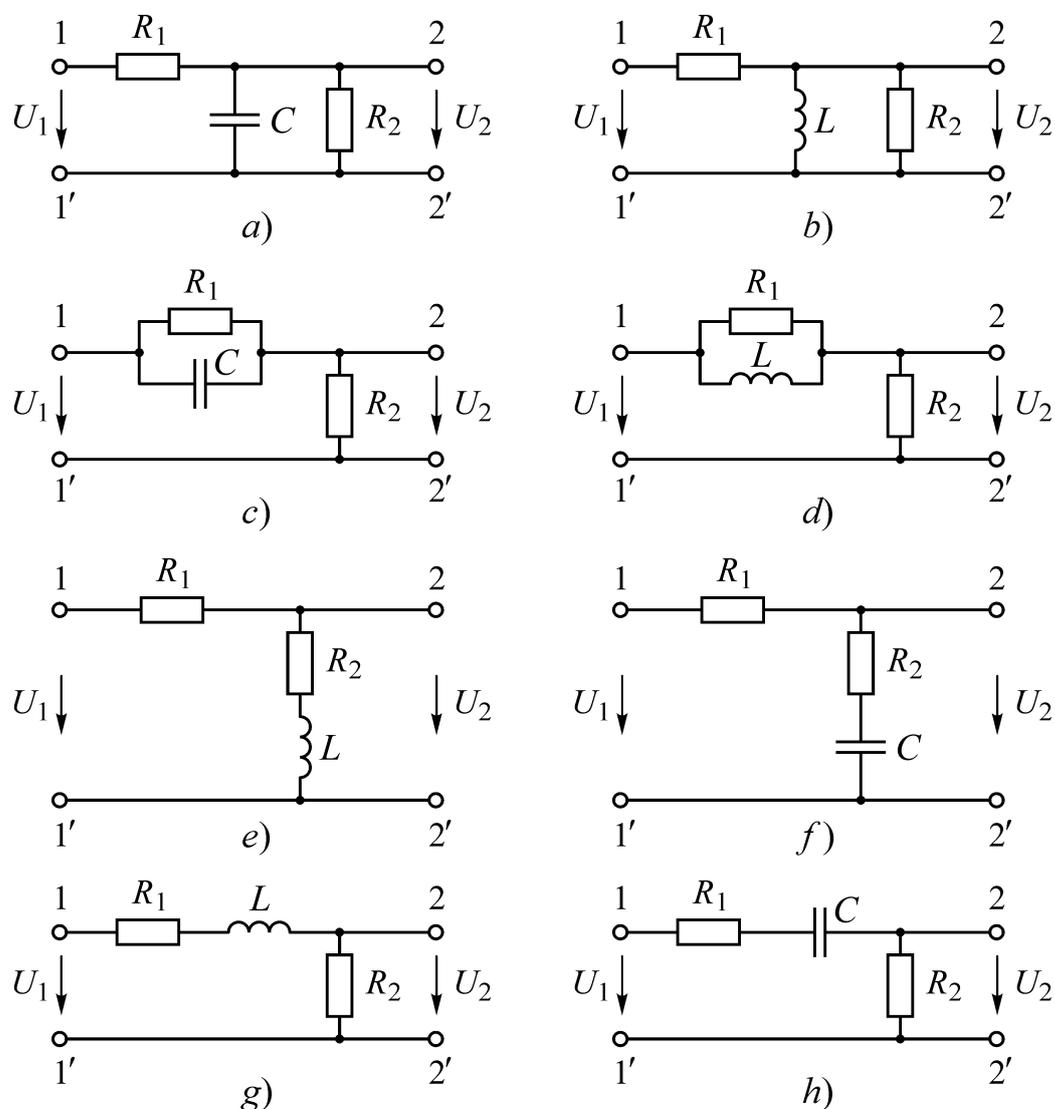
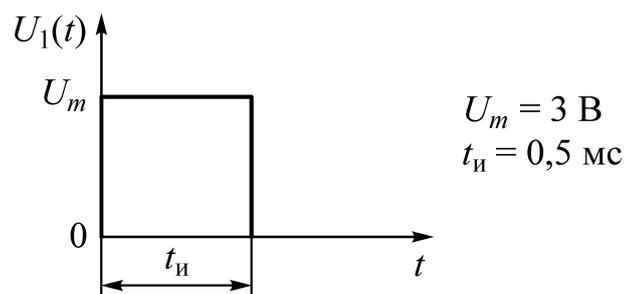

Рис. 13
Рис. 14
2.1. Данные элементов схемы (рис. 13, *a-h*) приведены в табл. 13. Входной сигнал изображен на рис. 14.
2.2. Для заданной цепи (рис. 13) и входного сигнала (рис. 14), в соответствии с данными своего варианта (таблица 13) определить:
3.1. Собрать заданную схему (рис. 13) и установить значения элементов схемы согласно своего варианта.
2.2. Для заданной цепи (рис. 13), в соответствии с данными своего варианта (таблица 13) выполнить: